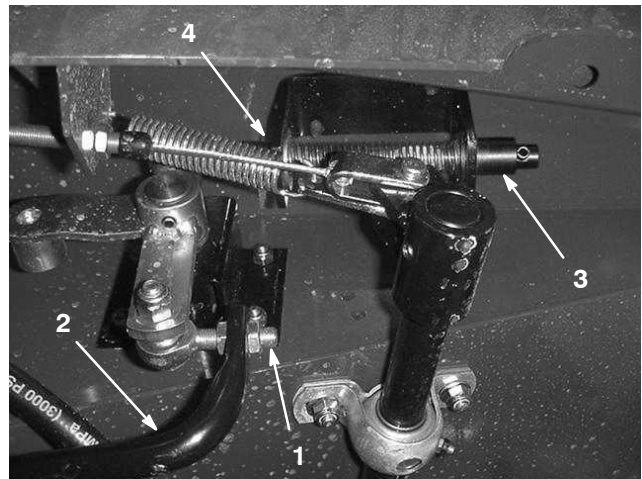

Figure 68
3. Desserrez les écrous de blocage à l'extrémité de la barre et réglez la longueur de la barre de déplacement (Fig. 68) pour que la pédale touche la butée juste quand le levier de pompe arrive au bout de sa course. Resserrez les écrous de blocage.